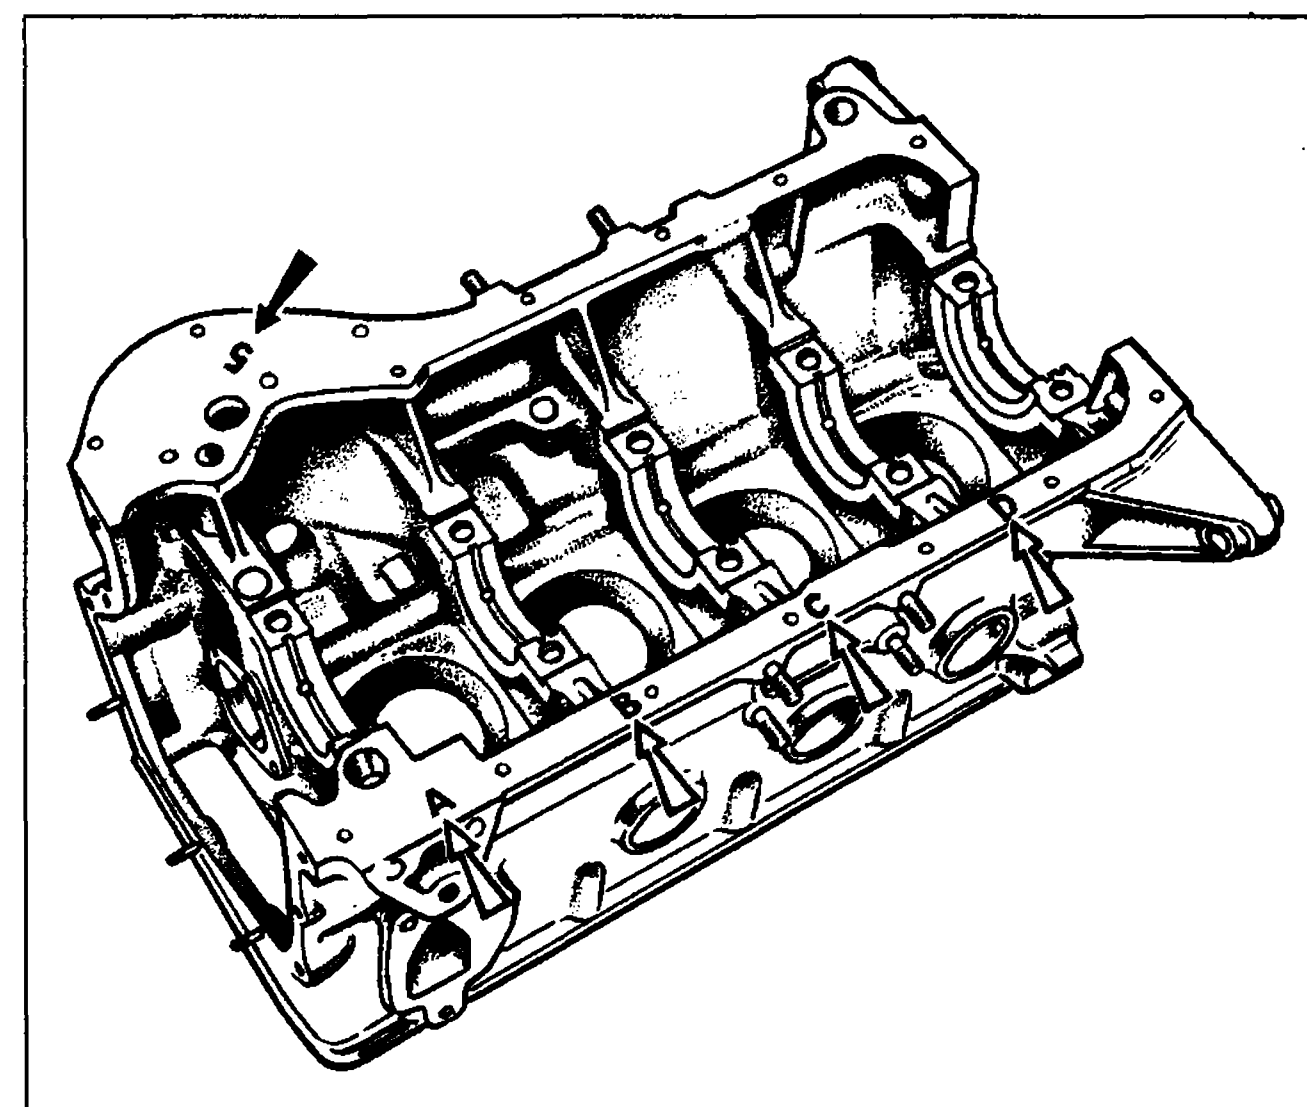

Рис. 2-24. Маркировка размерной группы цилиндров на блоке (белые стрелки) и условного номера блока цилиндров (черная стрелка)
**Примечание.** Цилиндры блока по диаметру разбиты через 0,01 мм на пять классов: А, В, С, D, Е. Класс цилиндра помечен на нижней плоскости блока (рис. 2-24). На этой же плоскости, а также на крышках коренных подшипников клеймится условный номер блока цилиндров, который указывает на принадлежность крышек к данному блоку.